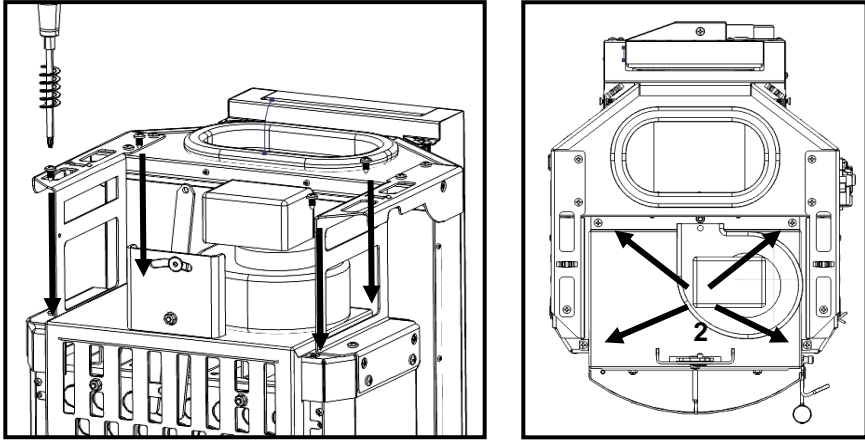

Figura 112 – Fijación del ventilador al equipo
e) Atornille el conjunto de la Figura 112 en la face superior de la cámara de combustión usando 4 tornillos **A** (DIN 7981 5,5x13) en los orificios preparados (2).